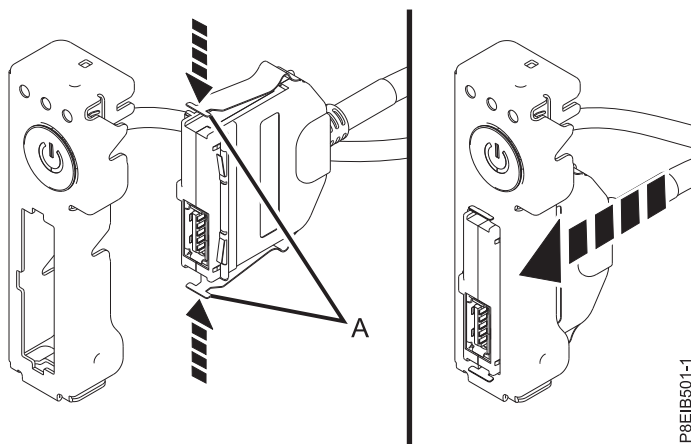

Figure 24. Raccordement du câble et connecteur USB avant à l'interrupteur d'alimentation
3. Tout en appuyant sur les taquets (A), raccordez le câble et connecteur USB avant à l'interrupteur d'alimentation. Voir figure 24.